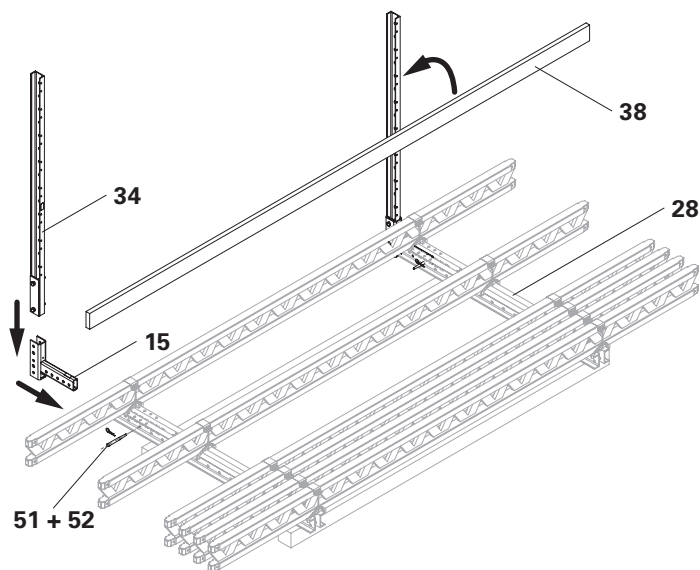

Fig. B4.03
3. Fissare il connettore angolare RCS/SRU (15) con due perni calibrati Ø 21 x 120 (51) al corrente universale SRU (28) e fissare con un inserto a molla (52).
4. Avvitare il montante parapetto RCS 226 (34) al connettore angolare RCS/SRU (15).
5. Avvitare le tavole per parapetto (38) al montante parapetto RCS (34) con vite a testa tonda M8 x 70 (60) e dado M8 (61).
- (Fig. B4.03)